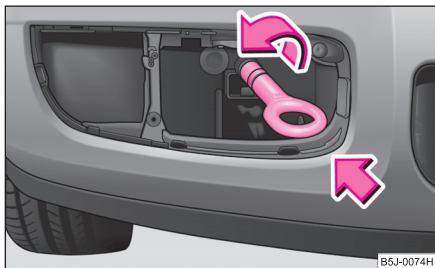

Fig. 167 Bara de protecție față: Montarea inelului de remorcare
- Înșurubați inelul de remorcare cu mâna spre stânga ⇒ fig. 167.